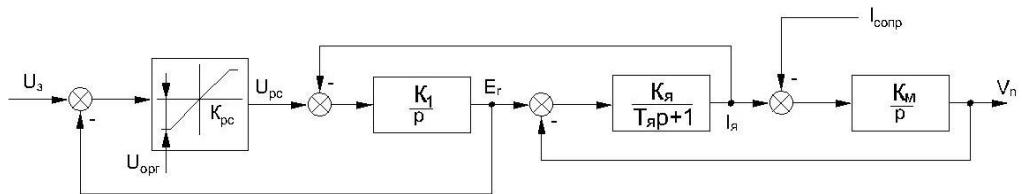

Рис. 2.3 Упрощенная алгоритмическая схема ЭМС привода подъёма ковша одноковшового экскаватора
С учётом ряда допущений и упрощений алгоритмическая структурная схема ЭМС привода подъёма ковша одноковшового экскаватора приведена на рис. 2.3
На рис. 2.3 использованы следующие обозначения:
6. Для реализации алгоритмической структуры ЭМС (рис. 2.3) необходимы следующие блоки SIMULINK:
8. Собрать решающую схему модели согласно рис. 2.3. Реализовать регулятор скорости в виде пропорционального звена с ограничением выходного сигнала можно с помощью последовательного соединения блока Gain, устанавливающего необходимый коэффициент передачи регулятора скорости K_{pc} и блока Saturation, которое задает минимальное ($-U_{opr}$) и максимальное ($+U_{opr}$) ограничения выходного сигнала при единичном коэффициенте передачи.